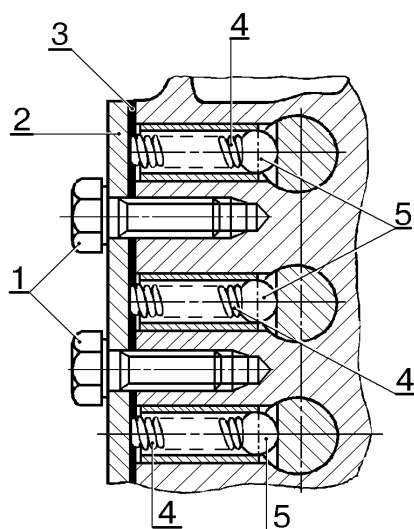

Рис.20. Фиксаторы штоков:
- отвернуть болты 1, рис.20, крепления крышки 2 фиксаторов штоков вилок переключения передач, снять крышку с прокладкой 3, извлечь пружины 4 и шарики 5 (головка сменная 13, вороток).